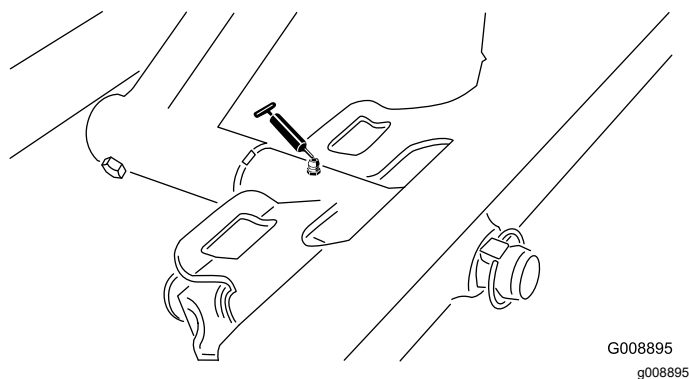

Figura 38
- Pivote de la unidad de corte delantera (Figura 38)